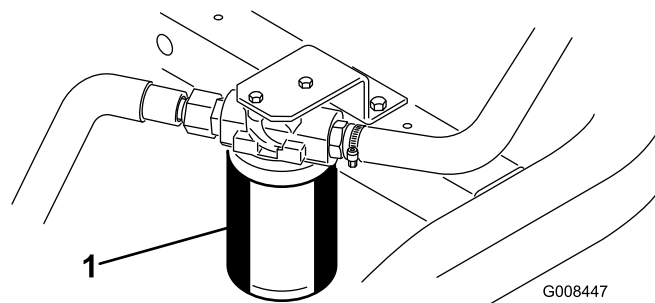

Рисунок 50
1. Очистите область вокруг места крепления фильтра (Рисунок 50). Поместите поддон под фильтр, а затем снимите фильтр.